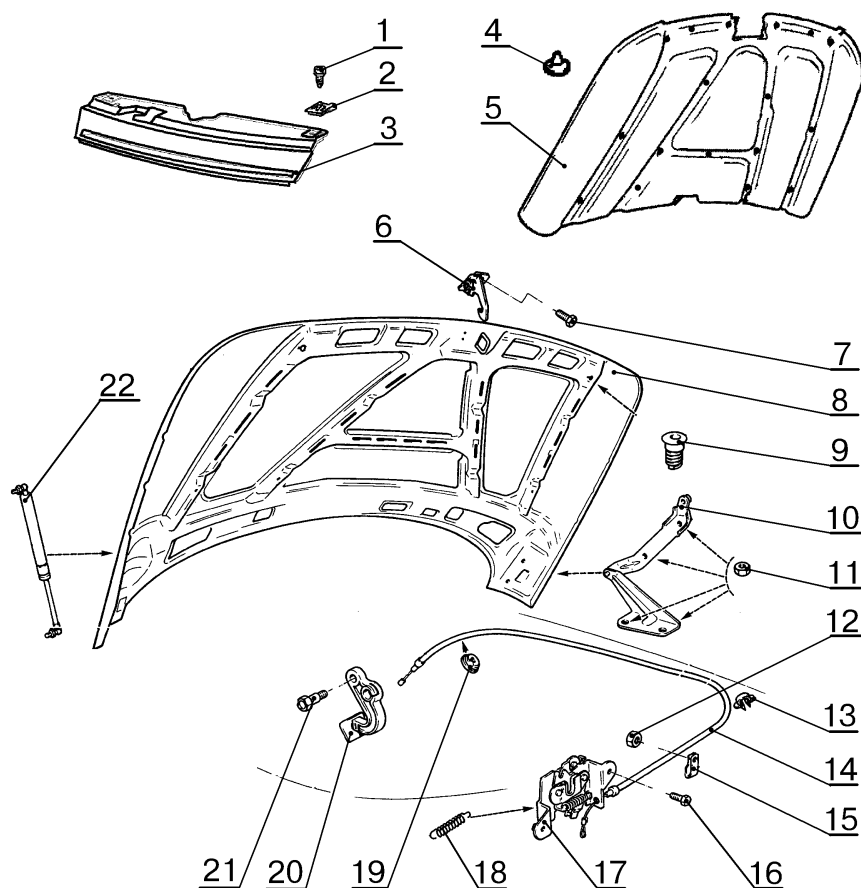

Рис.1. Капот, его детали и механизмы:
- при установке новой тяги 11, рис.1, привода замка 3, после затяжки стопорного болта 15, нижний конец тяги 11 отогнуть;